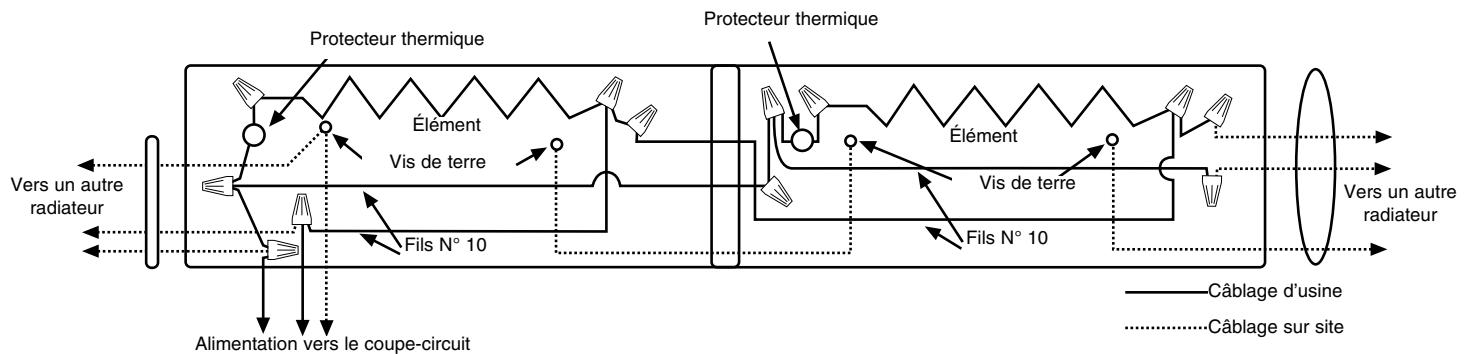

Fig. 8
9. En suivant le schéma de câblage fixé sur le radiateur, effectuez les raccordements électriques. Référez-vous à la Figure 8 pour le branchement en parallèle avec d'autres radiateurs. La mise à la terre des autres radiateurs se fait en branchant un cavalier (non fourni) entre les deux radiateurs adjacents.
REMARQUE IMPORTANTE : Ces radiateurs sont fournis avec un limiteur de sécurité intégré (protecteur thermique – voyez la Figure 8) pour couper automatiquement le radiateur s'il est obstrué ou entre en surchauffe suite à une condition anormale. En fonctionnement normal, les radiateurs ne doivent pas subir de coupure par ce dispositif de sécurité. Si cela se produisait, vérifiez l'installation du radiateur pour vous assurer que des écarts adéquats sont respectés et que la libre circulation de l'air autour du radiateur n'est pas entravée. Si le radiateur continue d'avoir des coupures par le dispositif de sécurité, cessez de l'utiliser avant qu'il ait été inspecté et/ou réparé par un électricien qualifié.